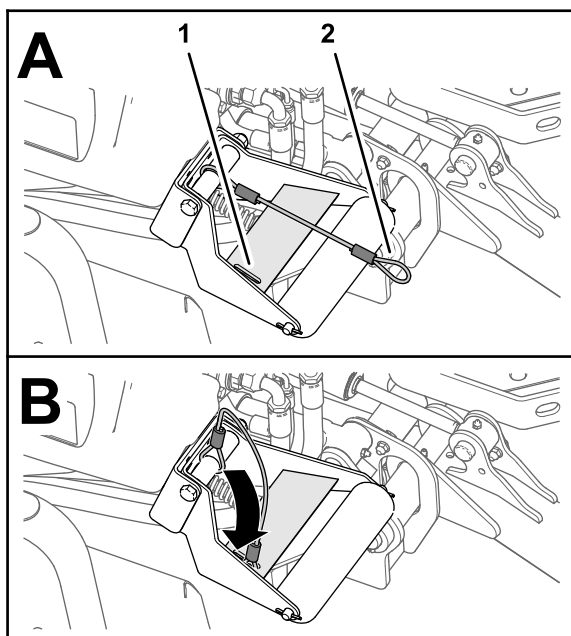

Figura 67
4. Com as unidades de corte baixadas, passe o laço do cordão na ranhura da placa de reforço do suporte do rolo (Figura 67).